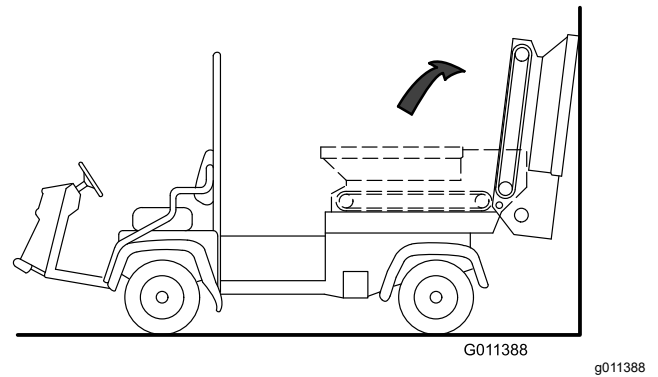

Bild 32
3. Schwenken Sie den Füllkasten nach hinten und lehnen Sie ihn an eine Wand, einen Pfosten, eine Leiter usw. an (Bild 32).
Stellen Sie sicher, dass der Füllkasten über die Mitte gedreht und an einer Wand oder einem Pfosten befestigt ist, damit er nicht versehentlich in den Arbeitsbereich fällt (Bild 32).
3. Drehen Sie den Füllkasten vorsichtig nach unten auf die Gleitrahmenschienen, siehe Bild 32 von Demontage der Schiebepritsche (Seite 25)